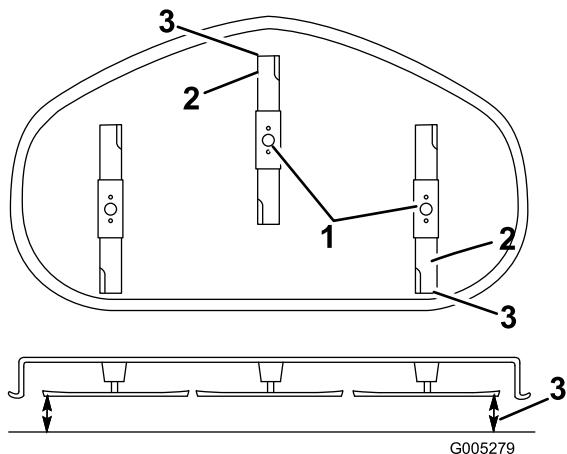

Figura 43
- Ponga la altura de corte en **D** (76 mm) y gire con cuidado las cuchillas hasta que estén alineadas hacia adelante y hacia atrás (Figura 43).
- Mida entre la punta de la cuchilla delantera y la superficie plana y entre la punta de la cuchilla trasera y la superficie plana (Figura 43). Si la punta de la cuchilla delantera no está entre 1,6 y 7,9 mm más baja que la punta de la cuchilla trasera, ajuste la contratuerca delantera.
- Compruebe la inclinación longitudinal de nuevo después del ajuste. Siga ajustando la tuerca hasta que la punta de la cuchilla más avanzada esté entre 1,6–7,9 mm más baja que la punta de la cuchilla más atrasada (Figura 43).